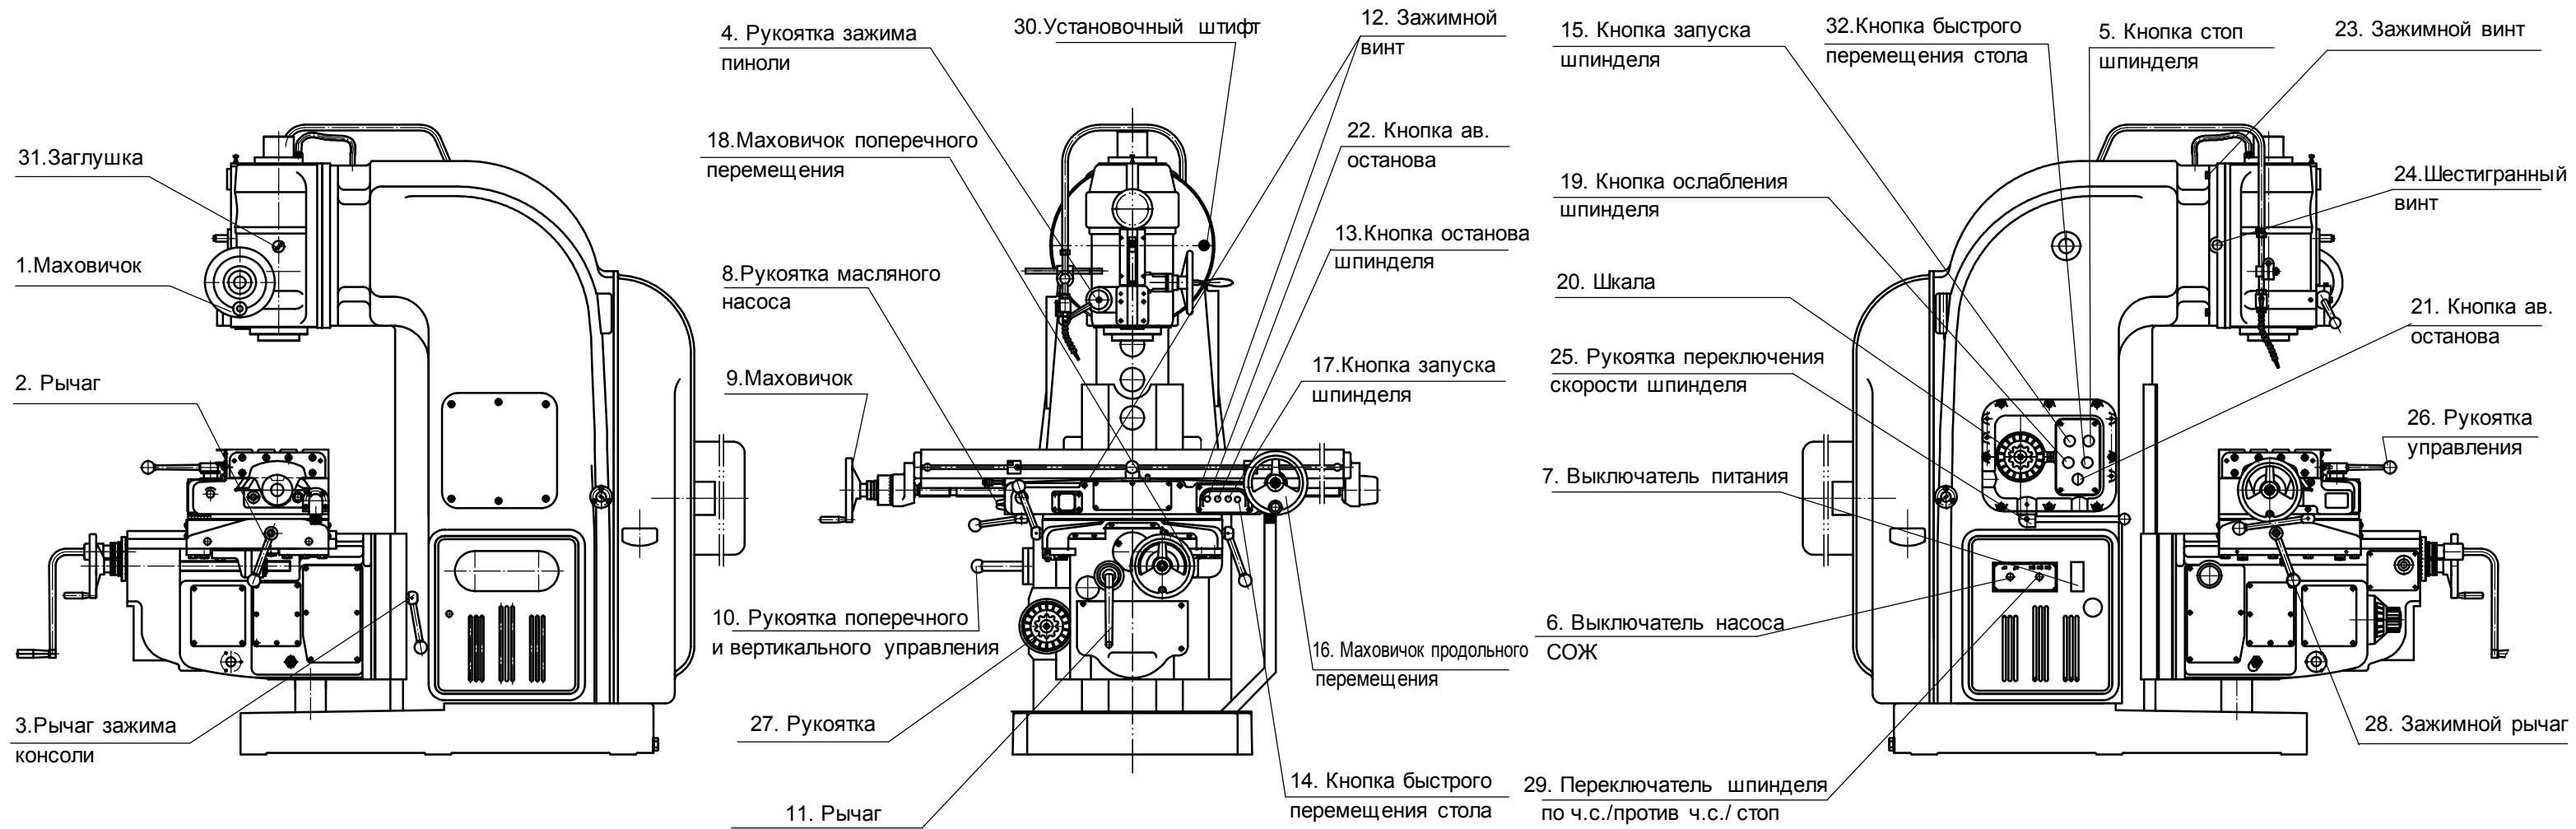

Рис. 10
3.3.2 Вертикальная и поперечная подача стола: Перевести переключатель SQ4 вверх или назад, сработает контактор КМ5. Перевести переключатель SQ3 вниз или вперед, сработает контактор КМ4. Фактическое направление движения должно совпадать с указанным направлением. Если направления не совпадают, следует поменять местами любые две фазы (Рис. 10).
3.3.3 Изменение скорости подачи стола (Рис. 10):